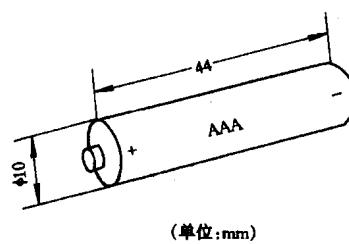

图 2-4
(4) 电源采用两节 7 号电池，其尺寸如图 2-4 所示。选取闪光陀螺的外壳时，应考虑到电池的体积。